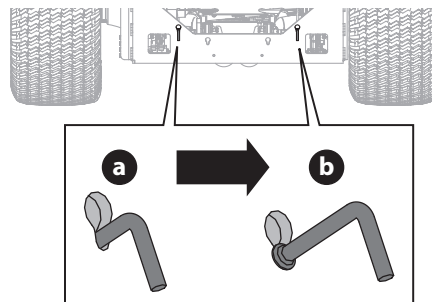

Fig. 3
1. Pour engager les tiges de dérivation de la boîte de vitesses, tirez la tige (a) vers le haut dans l'ouverture la plus large de la fente de la clé, puis tirez vers l'arrière jusqu'à ce que le collier de la tige passe à travers le cadre (Fig. 3).
2. Redescendez la tige dans la petite ouverture de la fente de la clé, en veillant à ce que le collier soit fixé à l'extérieur du cadre (b). Répétez de l'autre côté (Fig. 3).